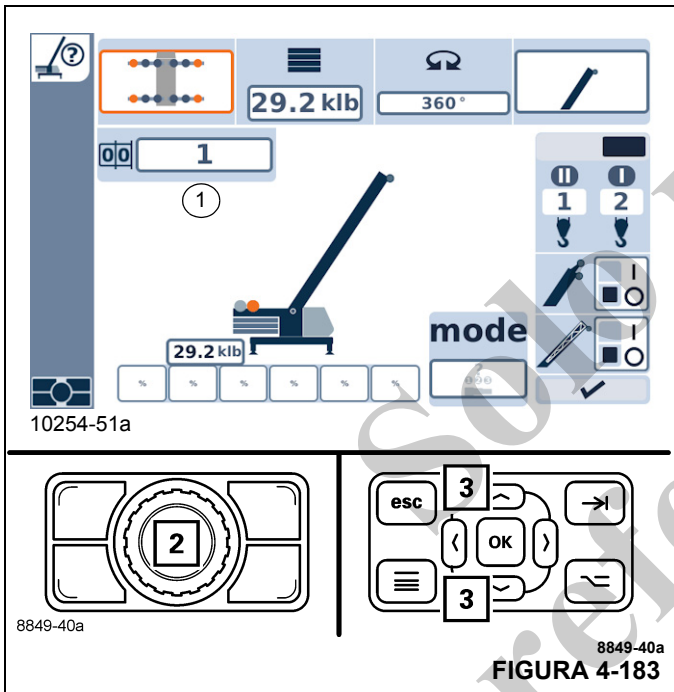

FIGURA 4-183
- Seleccione y confirme el símbolo (1, Figura 4-183).
- Use los botones (2) o (3) para seleccionar el código RCL requerido.